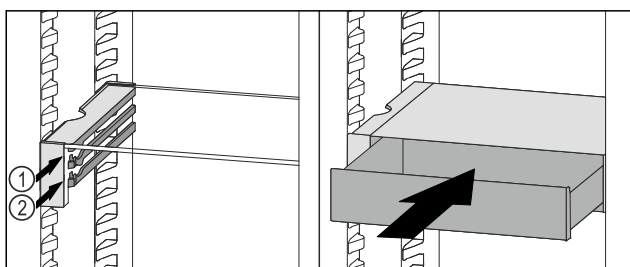

Fig. 116
- Stavite ladicu VarioSafe ukoso iza zaustavljača na željeni žlijeb Fig. 116 (1) ili Fig. 116 (2).